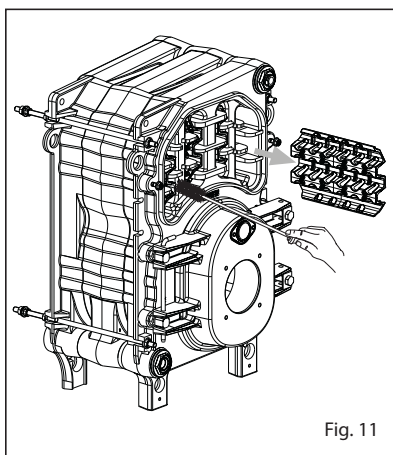

Fig. 11
3.3.1 Kedlens aftrækside (fig. 11)